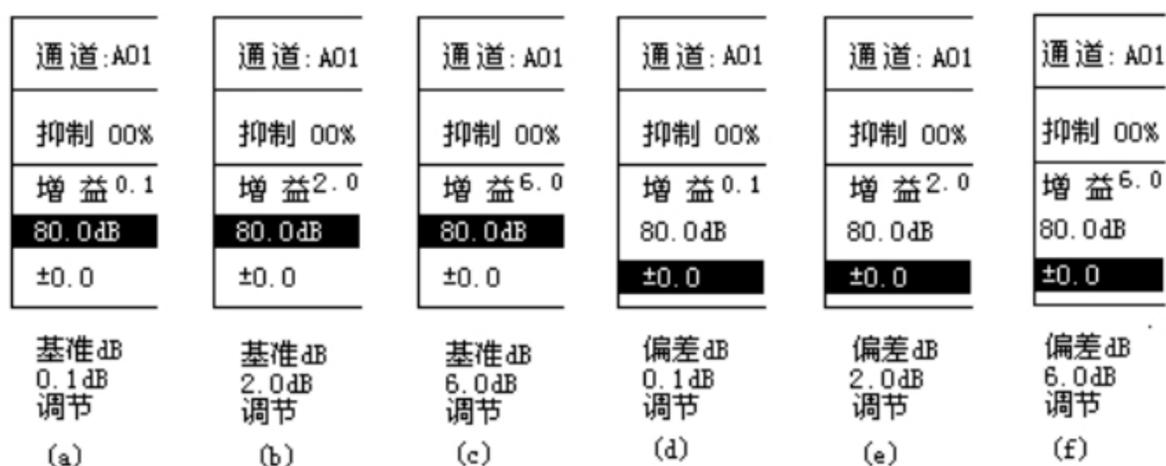

图 2-2-4
- ① 按  键或转动旋钮到内置菜单中的 **增益** 栏单击旋钮选择调节步进值。按第一次，增益显示区基准 dB 值反显，此时，增益的右上方出现 **0.1** 的字样，表示当前以 0.1dB 步进值调节基准 dB 值。如图 2-2-4(a) 所示。按第二次，此时增益的右上方出现 **2.0** 的字样，表示当前以 2.0dB 步进值调节基准 dB 值，如图 2-2-4(b)。按第三次，此时增益的右上方出现 **6.0** 的字样，表示当前以 6.0dB 步进值调节基准 dB 值。如图 2-2-4(c) 所示。按第四次时，增益显示区的偏差 dB 值反显，此时增益的右上方出现 **0.1** 的字样，表示当前以 0.1dB 步进值调节偏差 dB 值。如图 2-2-4(d) 所示。按第五次此时增益的右上方出现 **2.0** 的字样，如图 2-2-4(e) 所示。表示当前以 2.0dB 步进值调节偏差 dB 值，如图 2-2-4(f) 所示。按第五次此时增益的右上方出现 **6.0** 的字样，表示当前以 6.0dB 步进值调节偏差 dB 值，如图 2-2-4(f) 所示。
- ② 按   键或转动旋钮调节基准 dB 值或偏差 dB 值。例如：当前的基准 dB 值为 80dB，如果以 0.1dB 的步进值增大基准 dB 的值到 100dB，调节  键，使反显出现在基准 dB 栏，增益的右上方出现 **0.1** 的字样，再调节  键或右转旋钮，可产生连续增益调节。直到 100dB。